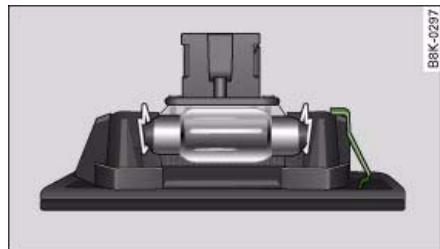

Fig. 266 Luz de la matrícula: Elemento de sujeción
- Coloque primero el lado que lleva el elemento de sujeción ⇒ fig. 266 e introduzca después la luz de la matrícula en el rebaje ejerciendo presión y con cuidado.